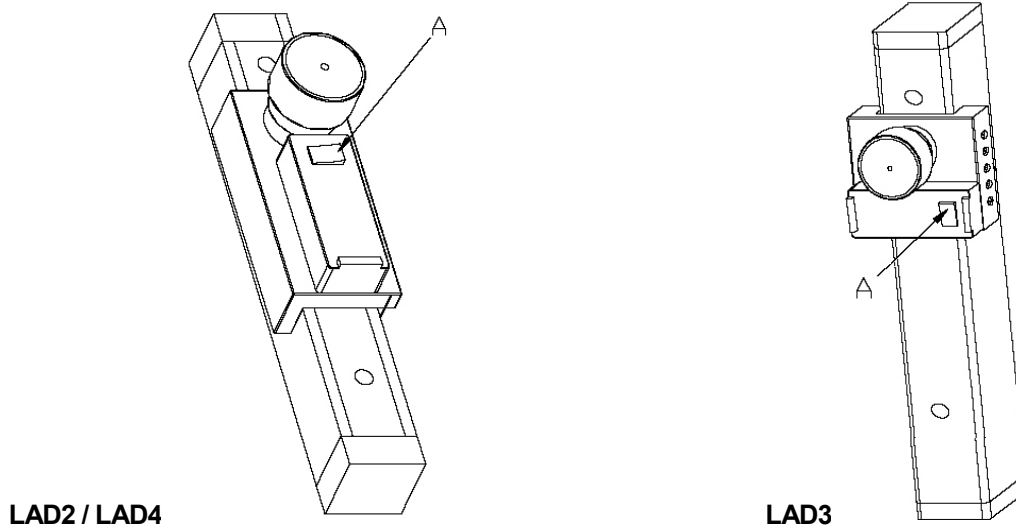

Figura 3
1. Fissare il laser di allineamento all'*Emettitore* (in prossimità del fotoemettitore che si vede in trasparenza vicino al led di indicazione presenza raggio) (*Figura 3*).
4. Accendere il laser (*interruttore A - Figura 3*) e la barriera di sicurezza.